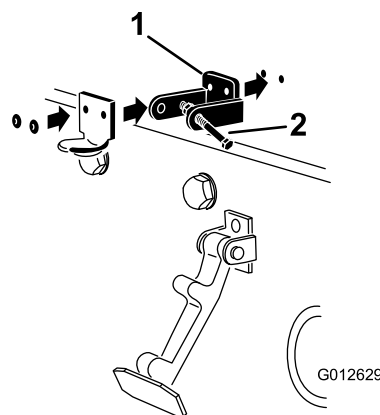

Figura 5
4. În timp ce alinai orificiile de montare, poziionai pe capotă suportul de blocare CE i suportul clichetului capotei (Figura 5).
6. Nituii suportii i aibele pe capotă (Figura 5).